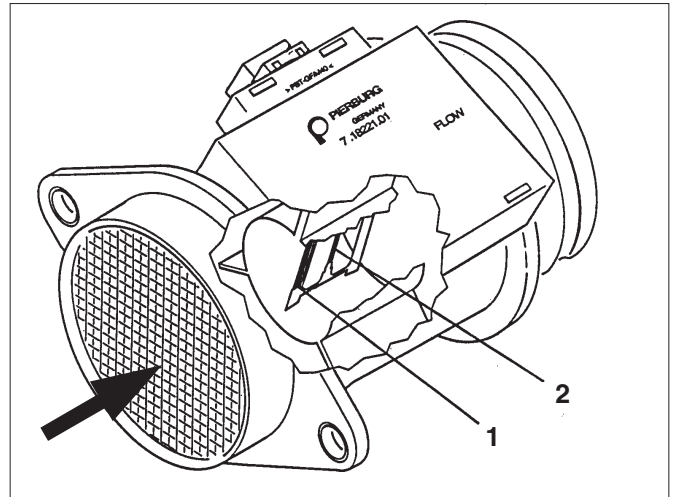

Abb. 2
4.1 Luftmassensensor (LMS), Abb. 2